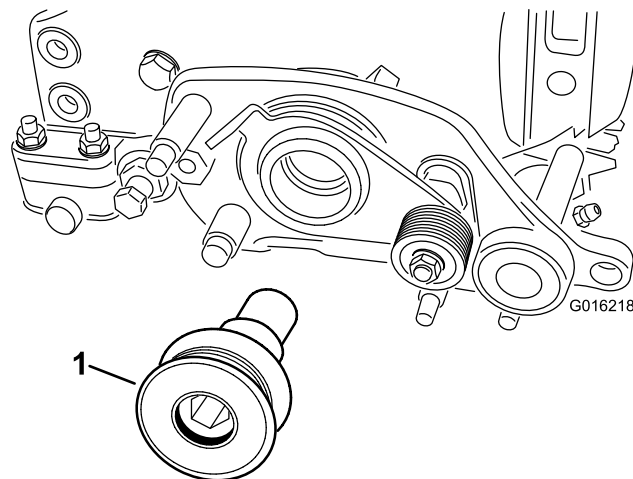

图 12
- 将疏草刀驱动皮带轮固定到滚刀轴上图 12。
- 上紧疏草刀驱动皮带轮图 12 扭矩至 170N·m。